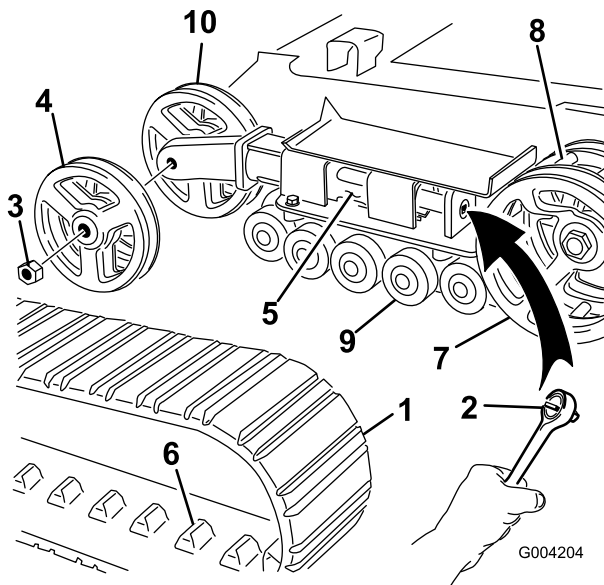

Figure 46
4. A l'aide d'un entraînement carré de 1/2 po, tournez la vis de tension dans le sens horaire pour détendre la transmission (Figure 44 et Figure 46).
5. Poussez la roue de tension vers l'arrière de la machine pour appuyer le tube de tension contre le châssis (Figure 46). (S'il ne touche pas le châssis, continuez de tourner la vis de tension jusqu'à ce qu'il le touche).
6. Retirez l'écrou de fixation de la roue de tension extérieure et déposez la roue (Figure 46).
7. Déposez la chenille (Figure 46).
8. Retirez l'écrou de fixation de la roue de tension intérieure et déposez la roue (Figure 46).
12. Posez la roue de tension intérieure et fixez-la avec l'écrou retiré précédemment (Figure 46).
14. Posez la chenille neuve en prenant soin que les crampons s'engagent entre les entretoises au centre du barbotin (Figure 46).
15. Posez la roue de tension extérieure et fixez-la avec l'écrou retiré précédemment (Figure 46).